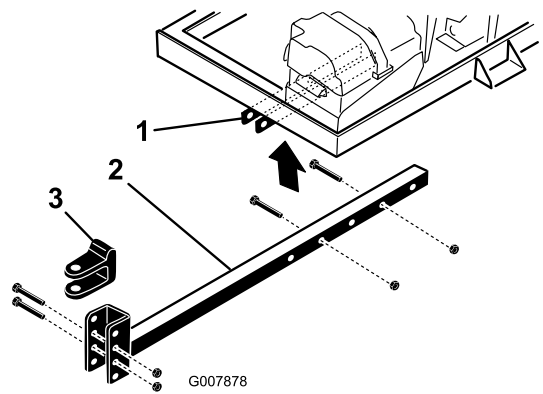

图4
2. 将挂钩管插入机架支架（图4）。
- 卸下将挂钩 U 形销（图4）固定到挂钩管上的螺栓和锁紧螺母。
- 卸下将挂钩管固定到机架支架的螺栓和螺母（图4）。